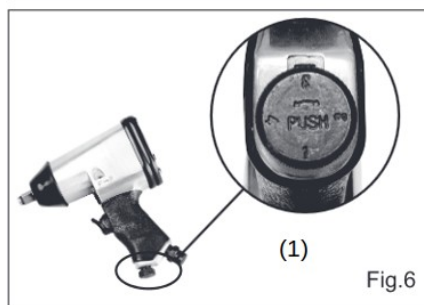

Fig.6
- Ajuste el flujo de aire presionando hacia abajo el regulador de aire (**Fig. 6, 1**), seleccionando una de las posiciones de la ruleta (de 1 = la menor cantidad de aire hasta 4 = la mayor cantidad de aire) y alineando el ajuste del número deseado con la flecha.